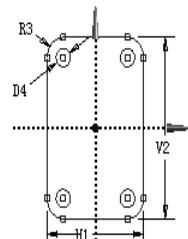

图 3.9.3 草图 1
(1) 绘制图 3.9.3 所示的草图 1。在“草图绘制”工具条中的 **XYPlane** 下拉列表中选择 **XYPlane** 平面为草图平面，单击“New Sketch”按钮 ，绘制图 3.9.3 所示的截面草图，其中 $H1=60$, $V2=90$, $R3=10$, $D4=9$ 。